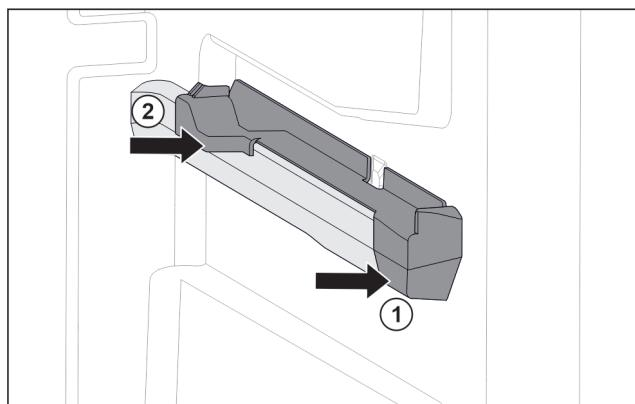

Fig. 98 Вставная часть на правом контейнерном ребре
- Наденьте вставную часть спереди на контейнерное ребро. Fig. 98 (1)
- Нажмите на вставную часть сзади. Fig. 98 (2)